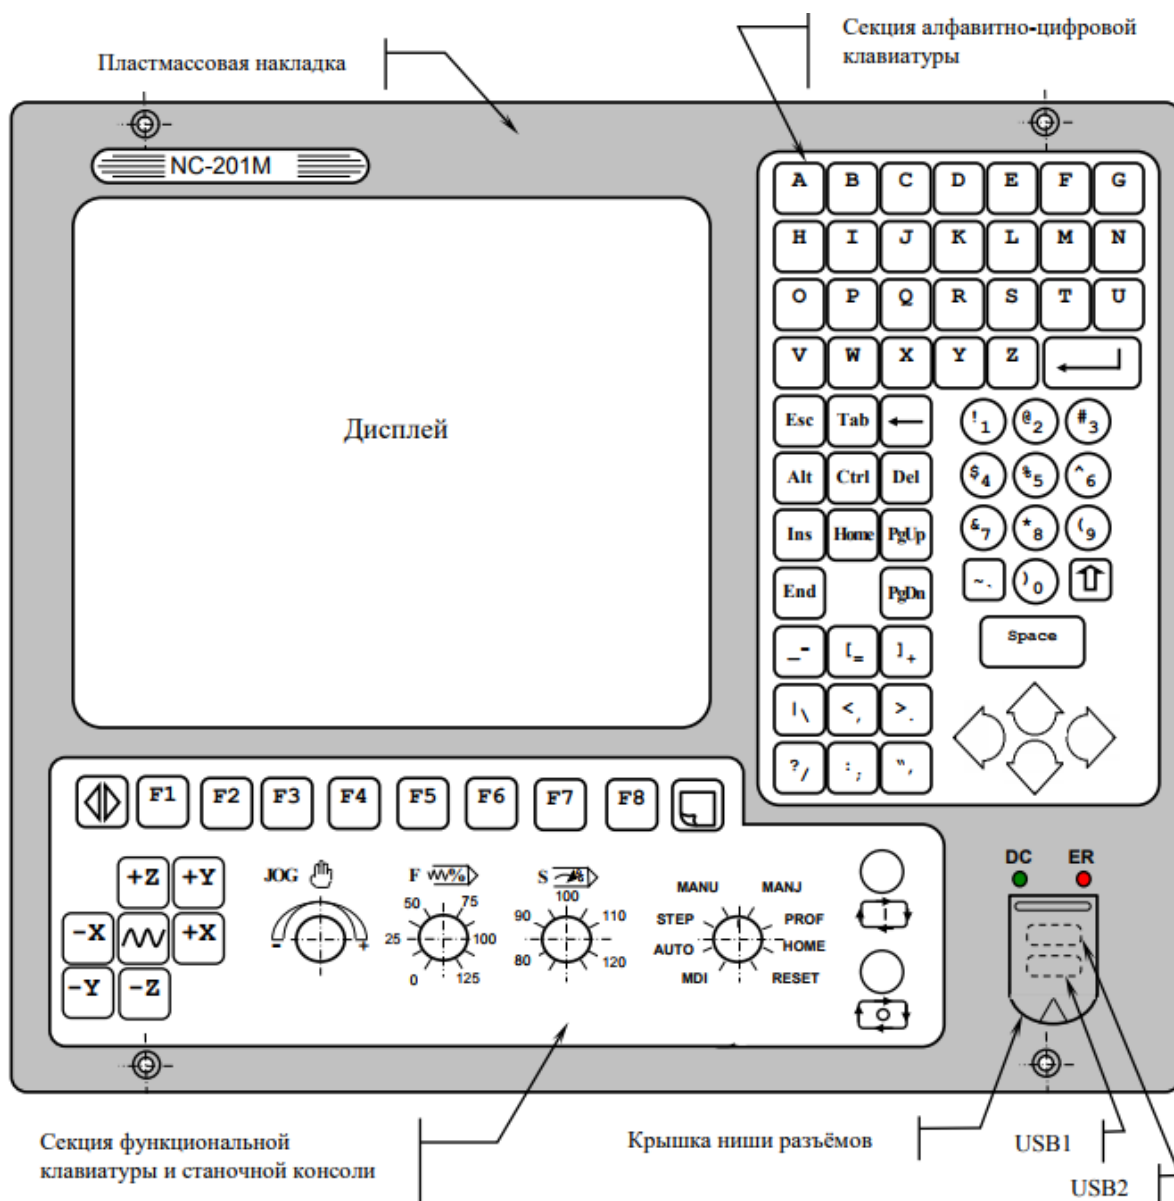

Рисунок 2.2 – Панель пульта оператора УЧПУ NC-201M
- 2.6 Ознакомление с панелью пульта оператора NC-201M / рисунок 2.2/